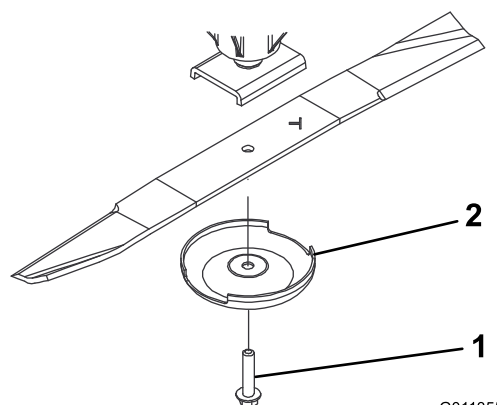

Рисунок 66
- Снимите болт ножа, защитный колпак и нож с вала шпинделя (Рисунок 66).